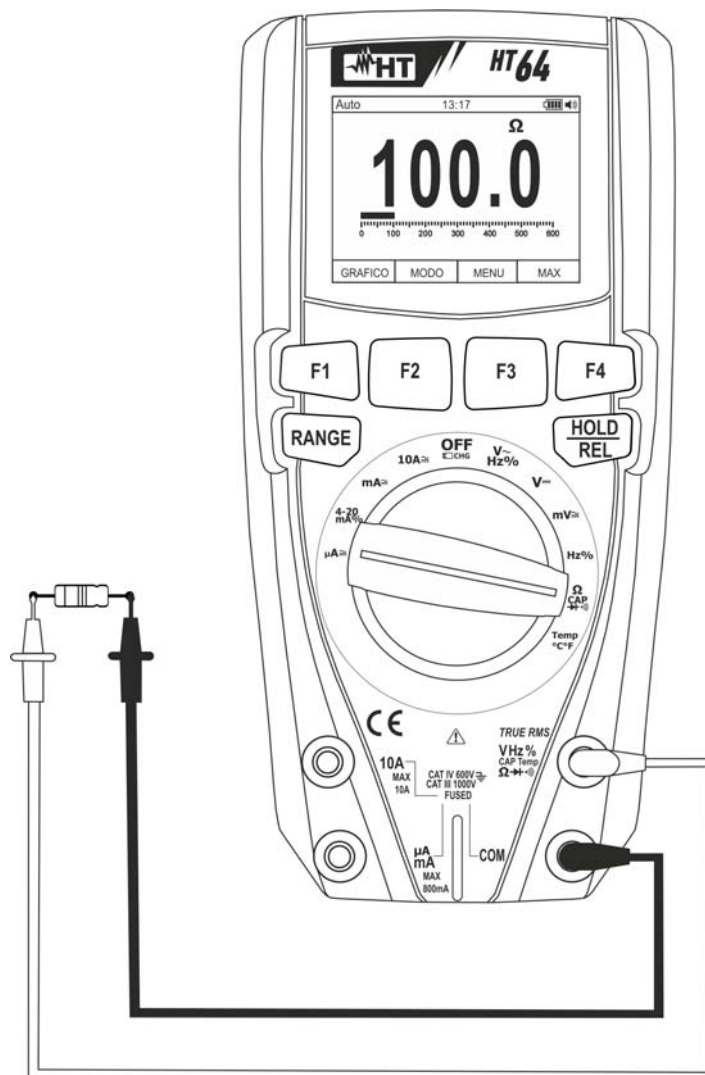

Fig. 25: Uso dello strumento per misura di Resistenza e Test Continuità
3. Posizionare i puntali nei punti desiderati del circuito in esame (vedere Fig. 25). Il valore della resistenza è visualizzato a display